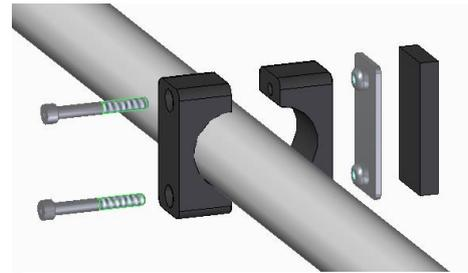

Abbildung 5
Zum Schutz vor Kollision zwischen Tür und Fahrradträger kann ein zusätzlicher Anschlag am fahrzeug-näheren Querrohr mit zwei Zylinderschrauben M6x50 montiert werden (15+16+21+25 - Abb. 5).
Zuerst wird die Kennzeichen-Halterung (5) an die vormontierte Beleuchtungsleiste (1) geschraubt. Verwenden Sie dazu die zwei Linsenkopfschrauben M6 x 20 mm (9), die Sechskantmutter (14) und Unterlegscheiben (18), um die Kennzeichen-Halterung gemäß Abbildung 5 zu montieren. Achten Sie darauf, dass die Montage symmetrisch erfolgt.